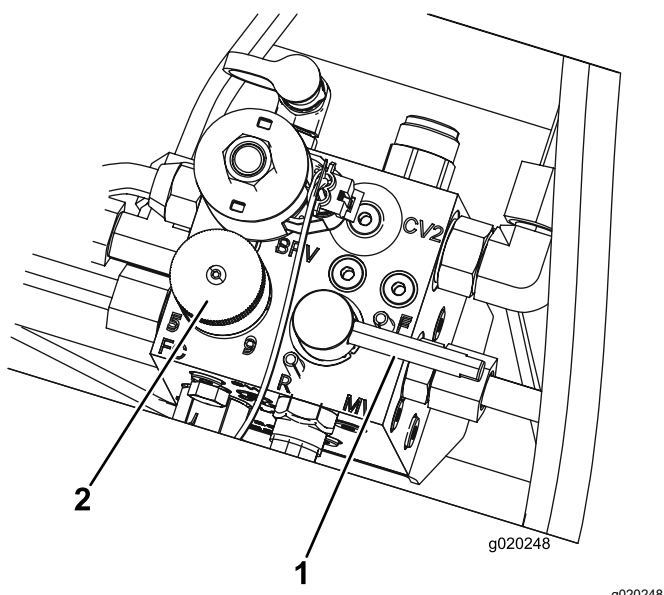

Figura 83
- Defina o controlo da velocidade dos cilindros para a posição 1 (Figura 83).
- Mova a alavanca de retificação para a posição “R” (Figura 83).